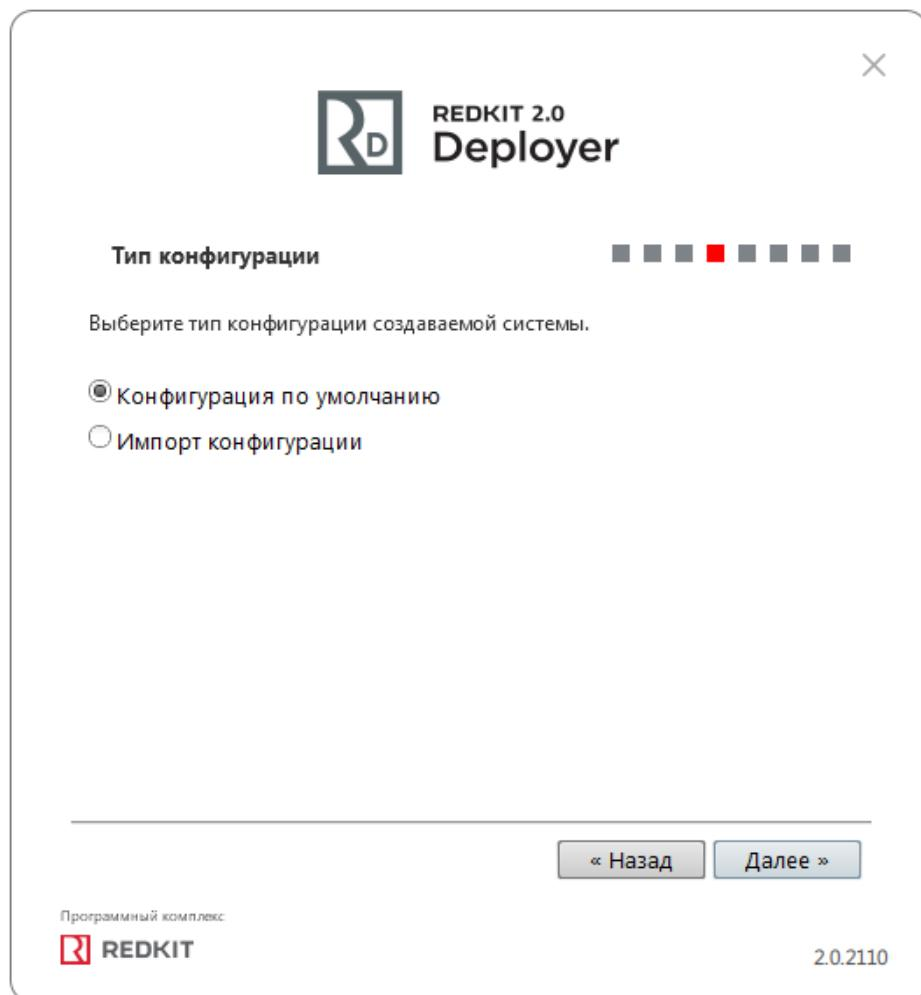

Рисунок 21 - Тип конфигурации
- Выберите тип конфигурации "Конфигурация по умолчанию" и нажмите "Далее" (Рисунок 21).